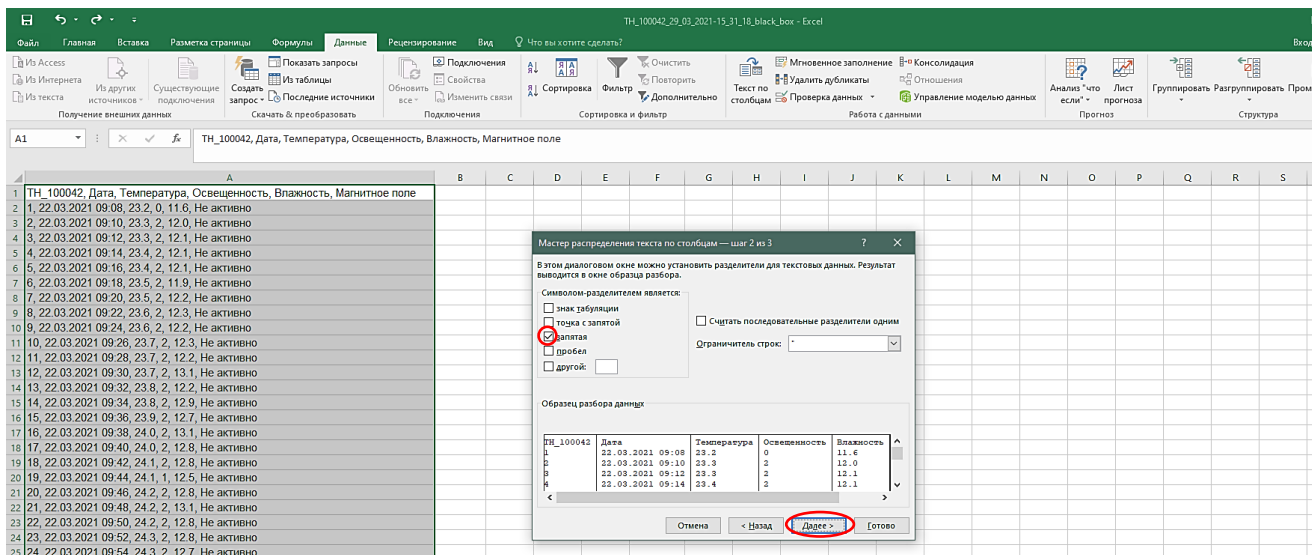

Рисунок 15 – Шаг 2
- «**Символ-разделитель**» выбрать «**Запятая**» (рис.15), нажать «**Далее**»;